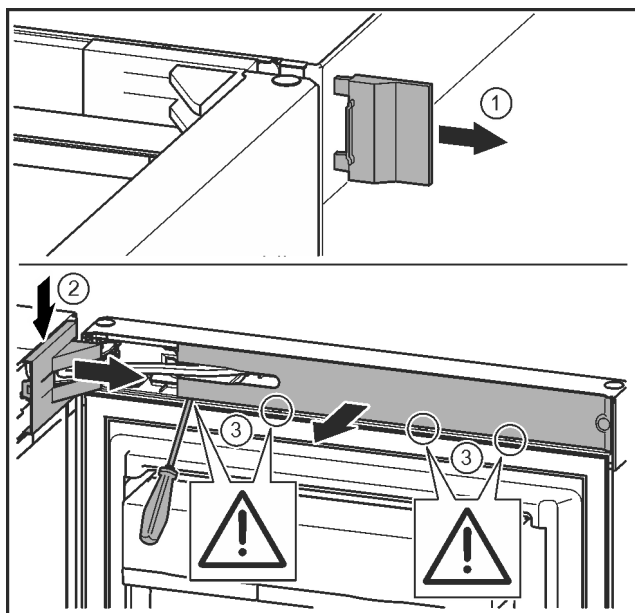

Fig. 9
- ▶ Äußere Abdeckung abnehmen. Fig. 9 (1)
- ▶ Lagerbockabdeckung ausrasten und lösen. Lagerbockabdeckung abnehmen. Fig. 9 (2)
- ▶ Blende mit Schlitzschraubendreher ausrasten und zur Seite schwenken. Fig. 9 (3)